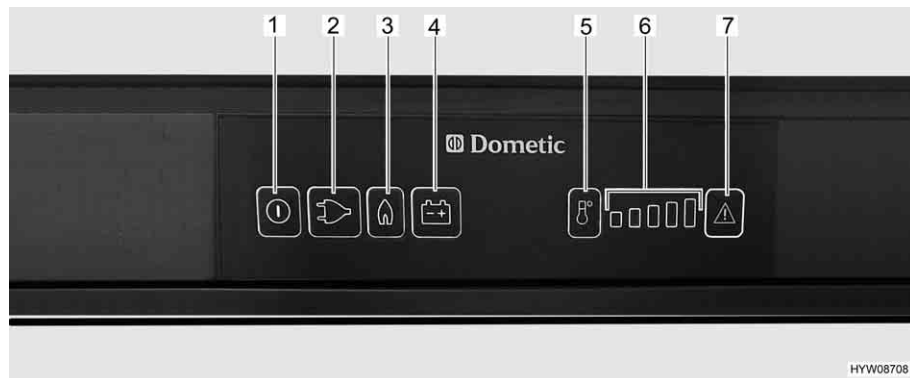

Bild 148 Reglage, knappar för kylskåpet (Dometic 8-serie med MES)
- Tryck på på/av-knappen (Bild 148,1) i cirka 2 sekunder. Kylskåpet slår på sig. Knappen för senast valda driftläge tänds.
- Tryck eventuellt på knappen för driftläge "Gas" (Bild 148,3). Knappen tänds. Nu är gastillförseln öppen. Tändning sker automatiskt. Ett tickande ljud hörs tills tändningsproceduren är klar.
- Ställ in kyltemperaturen med knappen temperaturstegsval (Bild 148,5).
- Tryck eventuellt på knappen för driftläge "230 V" (Bild 148,2). Knappen tänds.
- Tryck eventuellt på knappen för driftläge "12 V" (Bild 148,4). Knappen tänds.